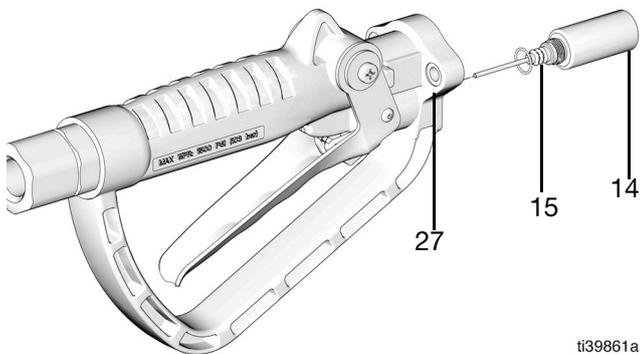

FIG. 21
9. Retire y deseche el solenoide (14) y la junta tórica (15) del alojamiento de la válvula (27) (FIG. 21).
1. Monte la junta tórica (15) en el solenoide (14), aplicando una fina capa de aceite para lubricar la junta tórica (FIG. 21).